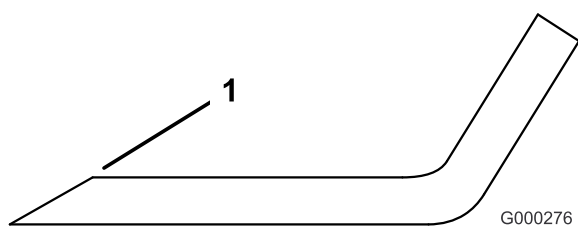

Figura 86
3. Inspeccione los filos de corte de todas las cuchillas, y afílelos si están romos o tienen mellas (Figura 86).
Nota: Afíle únicamente la parte superior del filo y mantenga el ángulo de corte original para asegurar un filo correcto (Figura 86). La cuchilla permanecerá equilibrada si se retira la misma cantidad de metal de ambos bordes de corte.